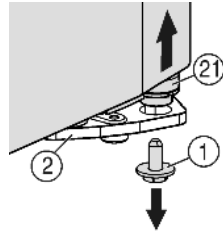
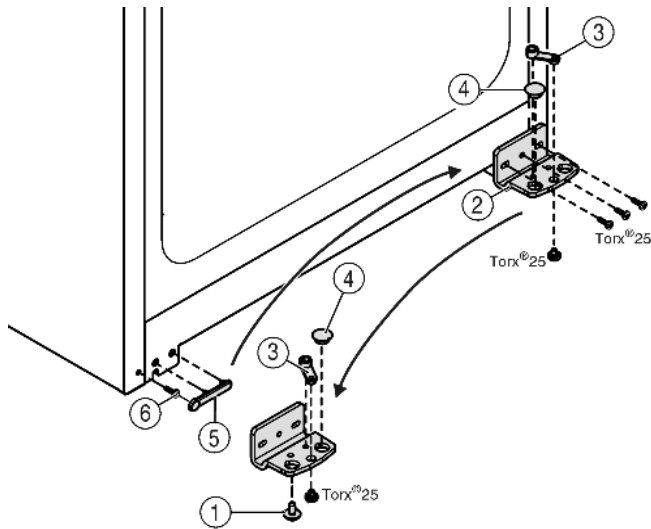

Fig. 5
Fig. 6
- ▶ Rechts onder aan de lagerbus de borgschroef Fig. 5 (1) uitdraaien.
- ▷ De lagerbout Fig. 5 (21) komt uit de lagerbus Fig. 6 (2) los.
- ▶ Indien de lagerbout Fig. 5 (21) niet kan worden losgedraaid, de bout van onderaf naar buiten drukken.
- ▶ Lagerbus Fig. 6 (2) losschroeven.
- ▶ Lagerdeel Fig. 6 (3) losschroeven en in het tegenoverliggende opnamegat van de lagerbus omzetten en weer vastschroeven.
- ▶ Stop Fig. 6 (4) uit de lagerbus verwijderen en in de tegenoverliggende opening van de lagerbus omzetten.
- ▶ Afdekking Fig. 6 (5) aan kant van de greep voorzichtig wegnemen.
- ▶ Schroef Fig. 6 (6) uitdraaien en aan de andere kant weer indraaien.
- ▶ Afdekking Fig. 6 (5) weer terugplaatsen.
- ▶ Lagerbus Fig. 6 (2) aan de nieuwe scharnierzijde evt. met behulp van een accuschroevendraaier weer **goed (met 4 Nm)** vastschroeven.
- ▶ Borgschroef Fig. 5 (1) onder in de lagerbout draaien en vastschroeven (**met 4 Nm**).